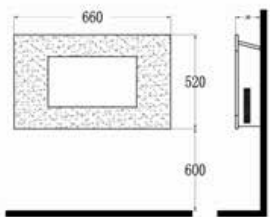

Fig. 3
- Det anbefales en høyde på 600 mm fra bunnen av varmeren til gulvet for optimal visning av drivstoff sjiktet (se fig.3 for anbefalt festedimensjoner).